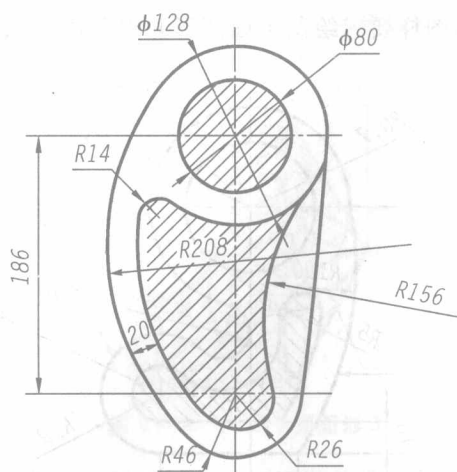

图 1-4 摇臂平面图形
9. 如图 1-4 所示, 根据图样要求绘制平面图形并求阴影面积。